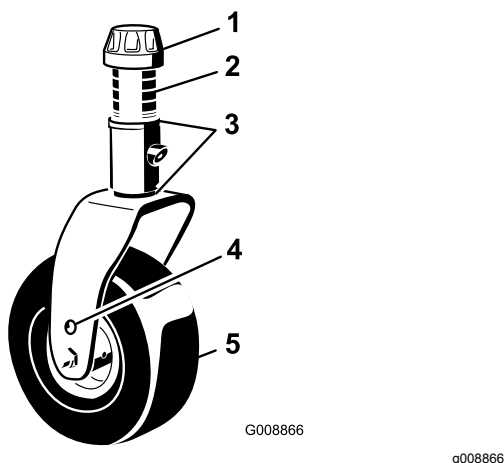

Bild 109
1. Entfernen Sie die Spannkappe von der Spindelwelle und ziehen die Spindel aus dem Laufradarm heraus (Bild 109).